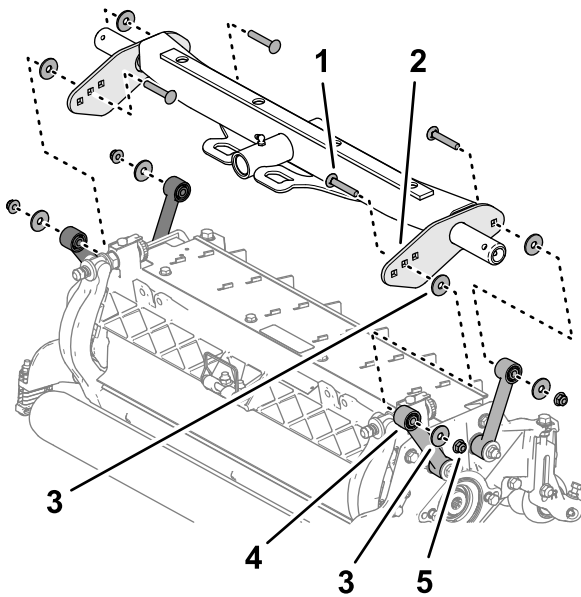

Bild 18
- Legen Sie eine Unterlegscheibe zwischen der Trägerplatte und dem Lenker ein (**Bild 18**) und montieren Sie die Platten und das Distanzstück lose mit einer Schlossschraube ($\frac{3}{8}$ " x $2\frac{1}{4}$ "), einer Unterlegscheibe und einer Sicherungsbundmutter ($\frac{3}{8}$ ").